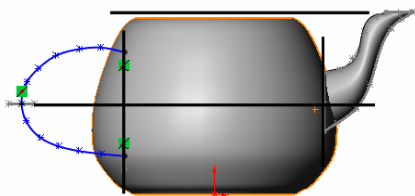

图 8-132 绘制的草图
⑪ 绘制草图。单击“草图”工具栏中的“样条曲线”图标按钮, 绘制如图 8-132 所示的草图, 然后退出草图绘制状态。